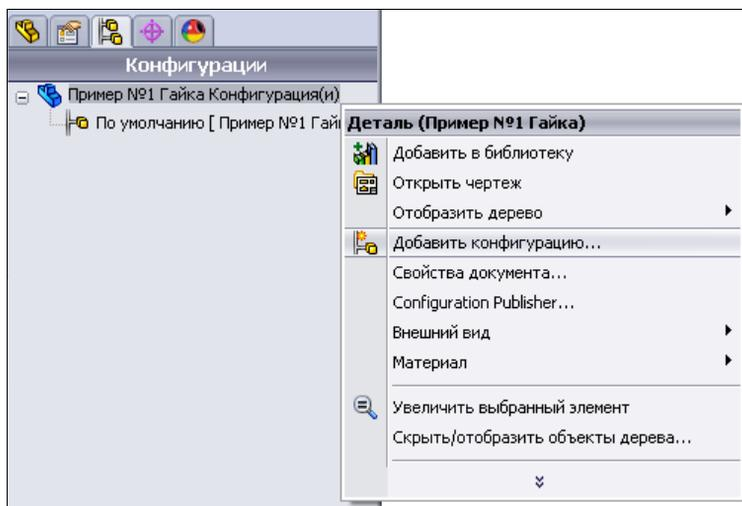

Рис. 3.13
2. Теперь в окне Менеджера конфигурации щелчком правой кнопкой мыши по имени детали (верхняя строка) и в появившемся контекстном меню выберем строку **Добавить конфигурацию...** (рис. 3.13).